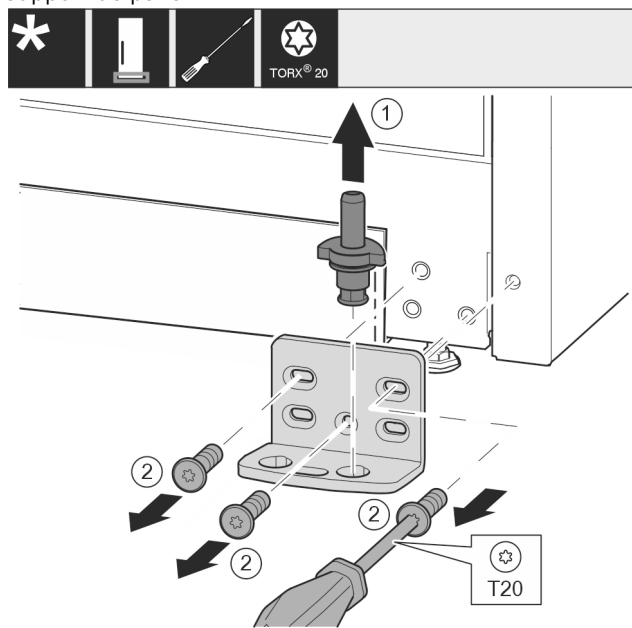

Fig. 18 *
- Retirer entièrement l'axe de palier Fig. 18 (1) par le haut.*
- Desserrer les vis Fig. 18 (2) avec un tournevis et retirer le support de palier.*